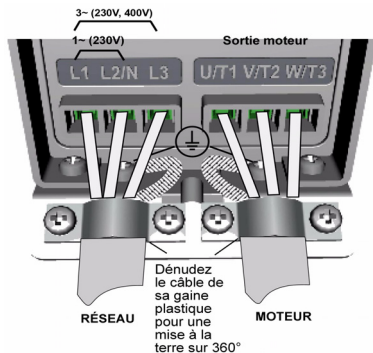
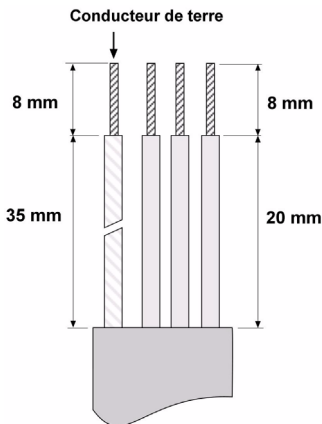

Figure 3.4: Raccordements de puissance SmartDrive Compact, MI1
Figure 3.9: Dénudage des câbles
4	<p>Raccordement des câbles :</p> <ul style="list-style-type: none"> <li>Dénudez les câbles moteur et réseau comme préconisé dans la figure 3.9</li> <li>Raccordez les câbles réseau, moteur et de commande sur leurs bornes respectives (voir figures 3.4 - 3.8).</li> <li>Notez les couples de serrage des câbles de puissance et des câbles de commande indiqués à la et à la page 15.</li> <li>Pour la procédure d'installation des câbles selon la réglementation UL, voir section 3.2.6.</li> <li>Vérifiez que les fils des câbles de commande ne sont pas en contact avec les composants électroniques de l'appareil.</li> <li>Si une résistance de freinage externe (option) est utilisée, raccordez son câble sur la borne appropriée.</li> <li>Vérifiez le raccordement du câble de mise à la terre sur le moteur et les bornes du convertisseur de fréquence repérées.</li> <li>Raccordez le blindage séparé du câble moteur à la plaque de terre du convertisseur de fréquence, du moteur et du réseau.</li> </ul>
**Remarque !** Dénudez également les câbles de leur gaine plastique pour une mise à la terre sur 360°. Voir figures 3.4, 3.5 et 3.8.